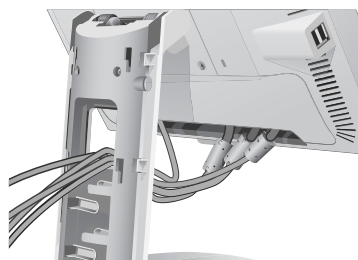

Abbildung C.4
6. Befestigen Sie die Anschlussabdeckung wieder an der Rückseite des Gehäuses (**Abbildung C.4**).